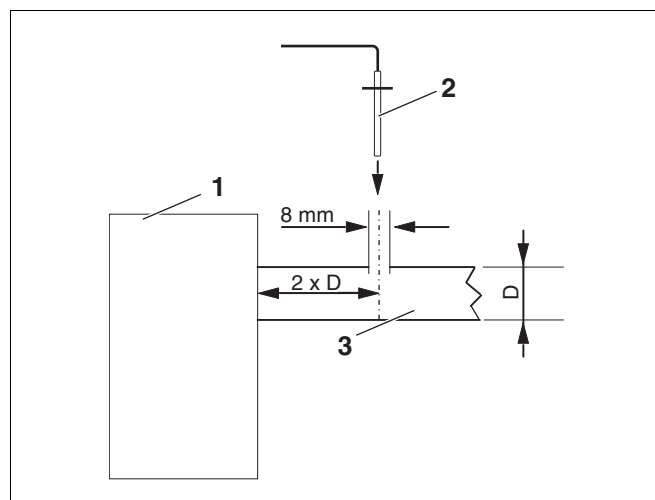

Рис. 5 Место установки датчика температуры дымовых газов
- Установите датчик температуры (рис. 5, поз. 2) в дымовую трубу (рис. 5, поз. 3).
- Определите глубину погружения датчика (рис. 5, поз. 2) в центр потока и зафиксируйте датчик.